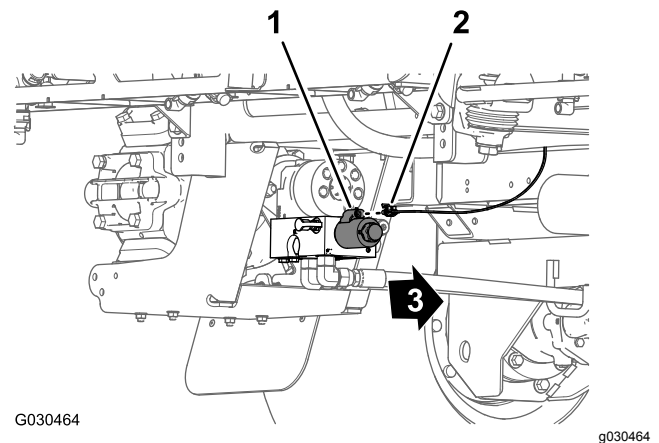

Figura 107
- En la parte trasera de la máquina, por dentro de la bomba de fumigación, conecte el conector hembra de 2 vías etiquetado **Spray Pump Solenoid** (solenoide de la bomba de fumigación) de la rama de 86 cm del arnés de cables al conector de 2 pines del relé de la bomba (Figura 107).